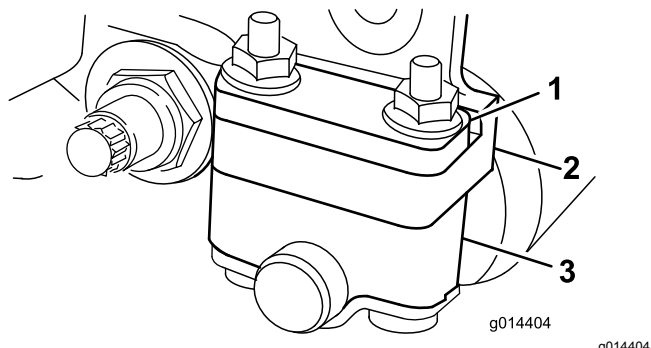
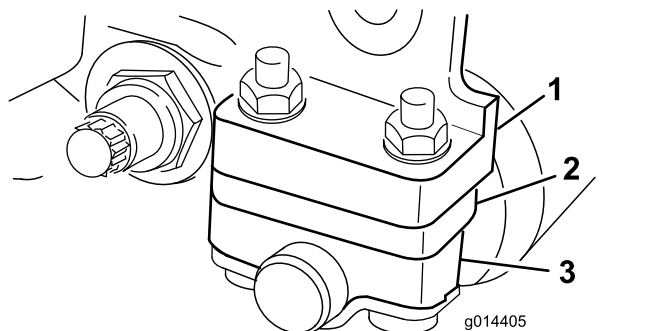

Figura 11
Figura 12
Dependiendo del intervalo de alturas de corte deseado, será necesario ajustar los soportes del rodillo trasero (**Figura 11** o **Figura 12**) a la posición superior o inferior:
- Coloque el espaciador encima de la brida de montaje de la chapa lateral (ajuste de fábrica) para obtener un intervalo de alturas de corte de 1,5 a 6 mm, como se muestra en la **Figura 11**.
- Coloque el espaciador debajo de la brida de montaje de la chapa lateral para alturas de corte de 3 mm a 25 mm, según se muestra en Figura 12.
4. Coloque los espaciadores sobre los tornillos, encima o debajo de los soportes de los rodillos, según sea necesario (Figura 11 o Figura 12).